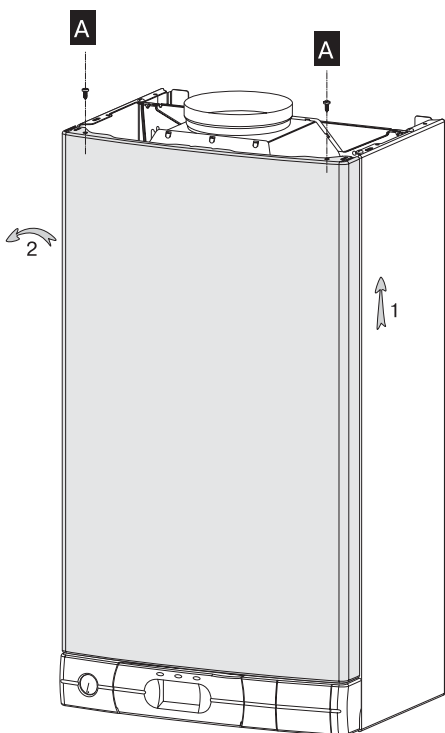

Рис. 7
- выверните два винта **A** фиксирующие переднюю панель (рис. 7)